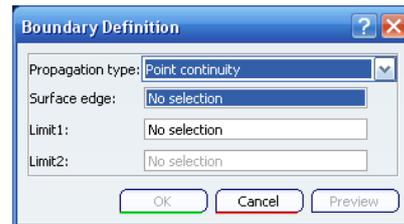

Ilustración 454: Definición de Boundary.
**Boundary (Límite).** Con esta operación se va a poder extraer la curva límite de una superficie para posteriormente utilizarla en otra operación. La ventana de definición es la que se muestra en la Ilustración 454.